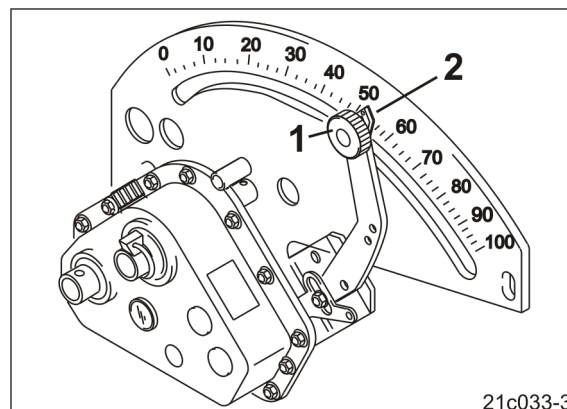

Fig. 221
4. Colocar o ponteiro (Fig. 221/2) da alavanca de transmissão no valor de regulação da transmissão 100.
5. Apertar o botão de bloqueio (Fig. 221/1).